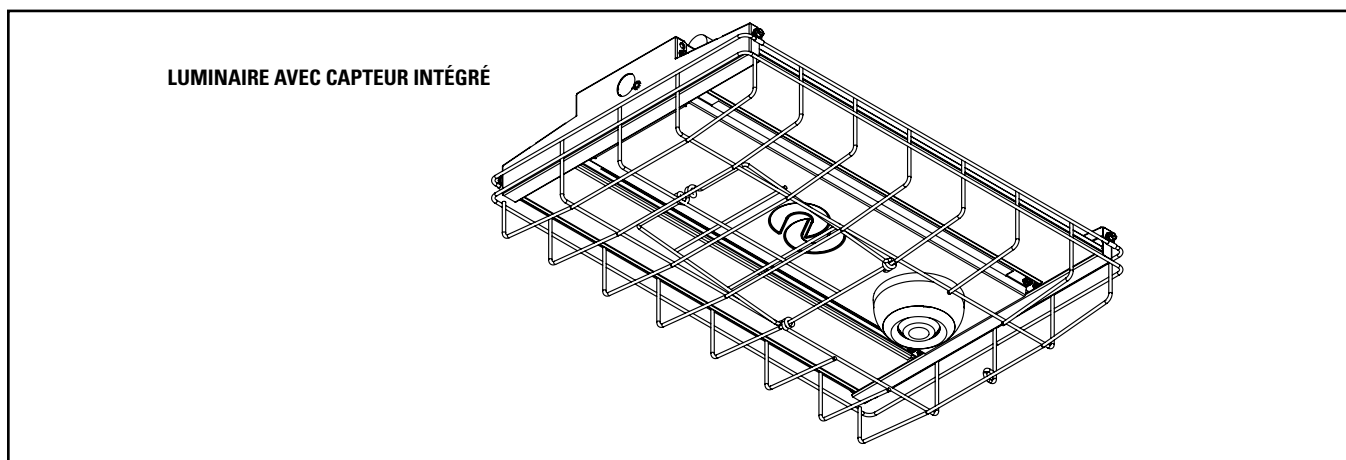

Figure 7.
**Note:** Si le luminaire comprend un capteur de mouvement intégré, la porte du capteur doit être en position ouverte avant de passer à l'étape suivante. (Figure 7)